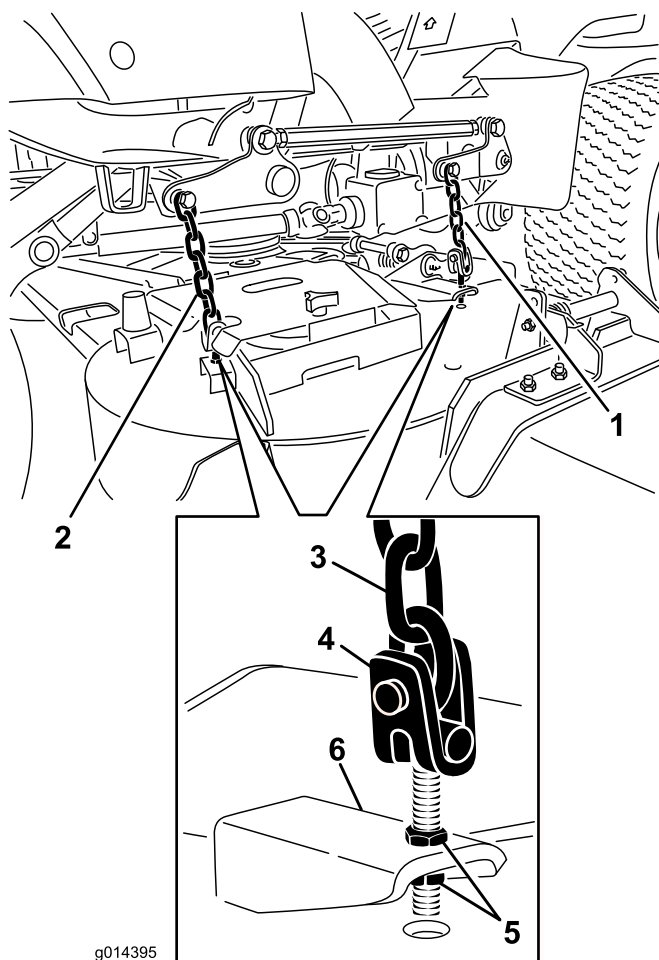

Figure 70
8. Ajustez les écrous de blocage qui fixent les chapes/chaînes au tablier de coupe jusqu'à ce que le tablier de coupe soit de niveau (Figure 70).
7. Ajustez les écrous de blocage qui fixent les chapes/chaînes au tablier de coupe pour élever l'arrière du tablier de coupe de sorte à obtenir une inclinaison de la lame de 8 mm (5/16 po) (Figure 70).